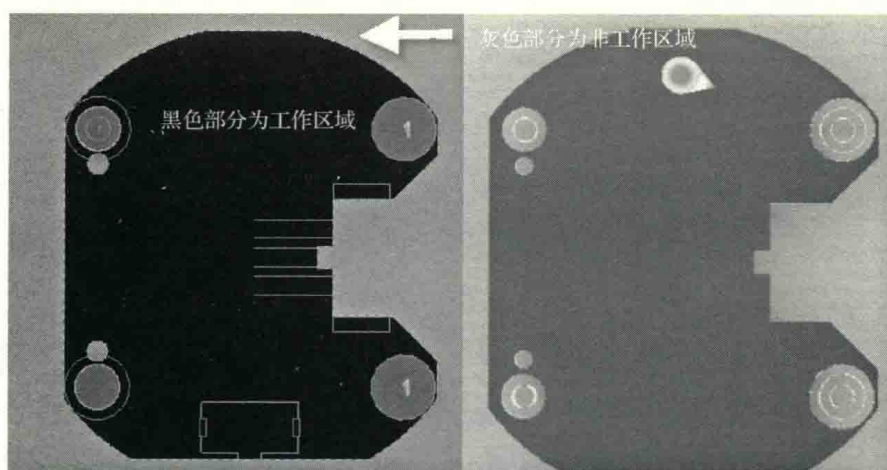

图 7-26 导入板框效果图
(3) 选择要定义的闭合的板框(注意:一定是闭合的板框才行), 执行菜单命令“Design-Board Shape-Define from selected objects”, 即可完成板框的定义。导入板框效果图如图 7-26 所示, 黑色部分为工作区域, 灰色部分为非工作区域。